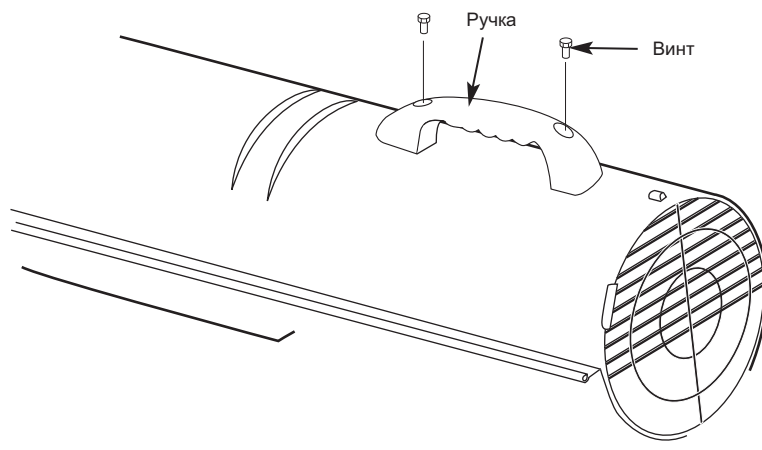

Рис. 5 Установка ручки на модели NF-12, NF-20
1. Совместите отверстия в верхней части кожуха с двумя монтажными отверстиями на ручке так, как это показано на рис. 5.
4. Установите ручку на фланец топливного бака. Проденьте винты сквозь отверстия в ручке, фланце и в опорной раме для колес так, как это показано на рис. 5, затем вручную затяните гайки на каждом из винтов.